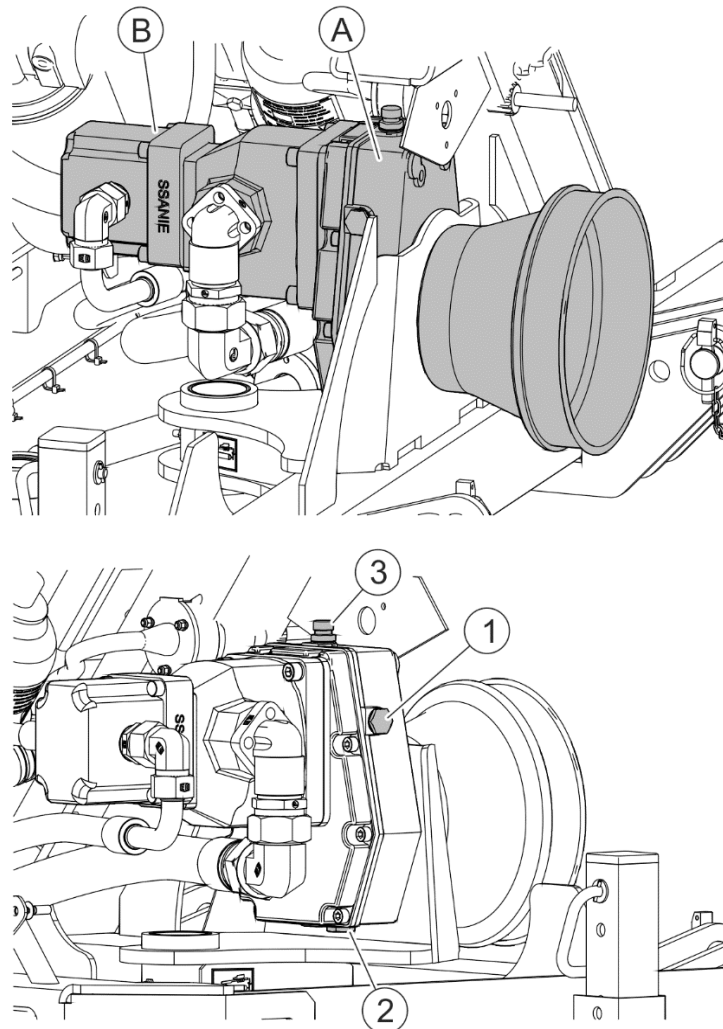

FIGURA 5.2 Multiplicatorul cu pompe hidraulice
Multiplicatorul (A) (FIGURA 5.2) este utilizată pentru transmiterea acționării din arbore PDP al suportului de unelte prin transmisie dințată la ansamblul de pompe hidraulice (B), care acționează tot sistemul hidraulic al brațului multifuncțional și motorul capului de lucru.